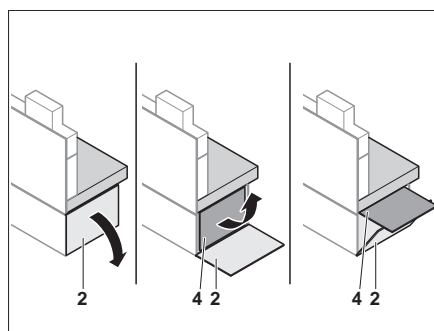
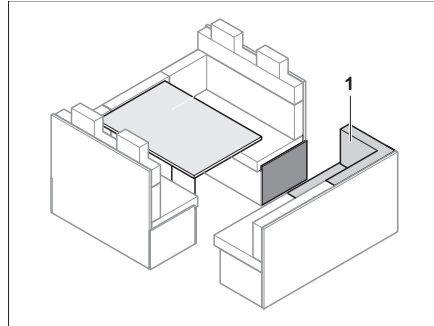
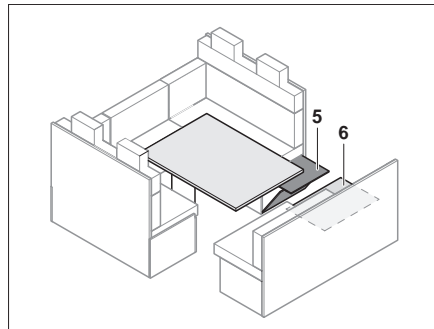

Fig. 114 Desplegar prolongación del banco de asiento
Fig. 116 Antes de la ampliación
Fig. 118 Desplegar prolongación del banco de asiento
- Abrir la trampilla (Fig. 114,2).
- Plegar la prolongación del banco de asiento (Fig. 114,4) hacia arriba y colocar una cuña con trampilla (Fig. 114,2).
- Quitar el cojín del asiento (Fig. 116,1).
- Plegar la prolongación del banco de asiento (Fig. 118,5) hacia arriba y colocar una cuña con la trampilla (Fig. 114).
- Sacar la placa de refuerzo (Fig. 118,6) debajo del cojín del asiento (Fig. 116,1) y cerrar el espacio vacío entre la prolongación del banco de asiento y el banco de asiento lateral.